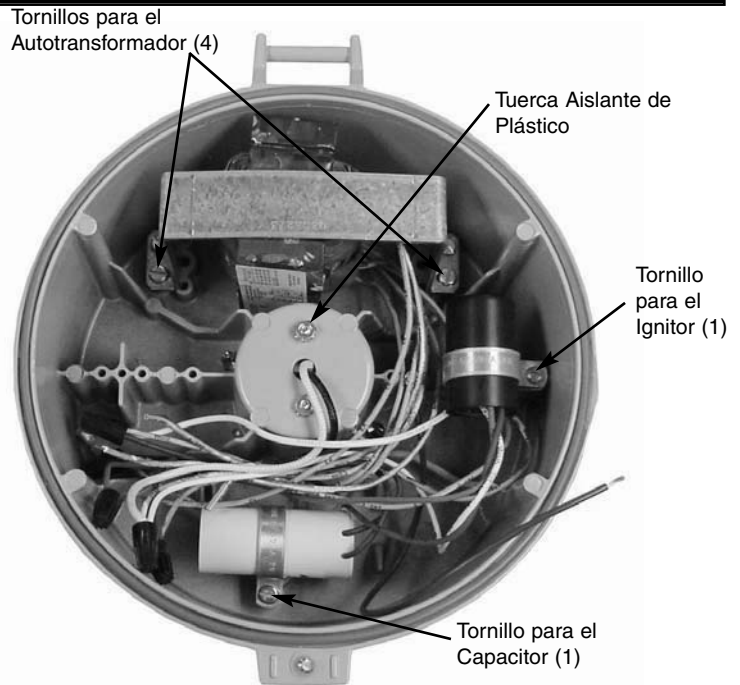

Figura 1 - Configuración Anterior
1. Comience por abrir el cuerpo del luminario aflojando los tornillos del lado opuesto a la bisagra. Desconecte las terminales de alimentación común (blanco), línea (negro) y tierra (verde), de las terminales de entrada. Quite los tornillos que sujetan la cubierta de plástico aislante del autotransformador localizado en la parte central realzada, cerca de los cables de la lámpara. Cubra con cinta o marque todos los cables no utilizados para facilitar su identificación. Corte el cintillo que sujeta el conjunto de cables. Quite las dos tuercas que sujetan los cables blanco y negro, los cuales alimentan el socket de la lámpara. Ahora quite los tornillos que sujetan el autotransformador, capacitor e ignitor en sus respectivos sitios. Retire estos elementos del cuerpo. **Ver figura 1.**